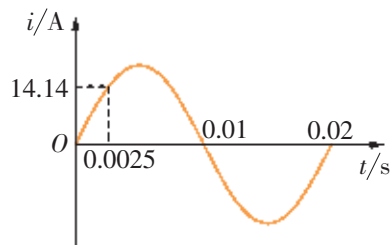

图 2-30
4. 图 2-30 为某正弦式交变电流的图像,求其最大值、周期和频率,并写出该电流的瞬时表达式。